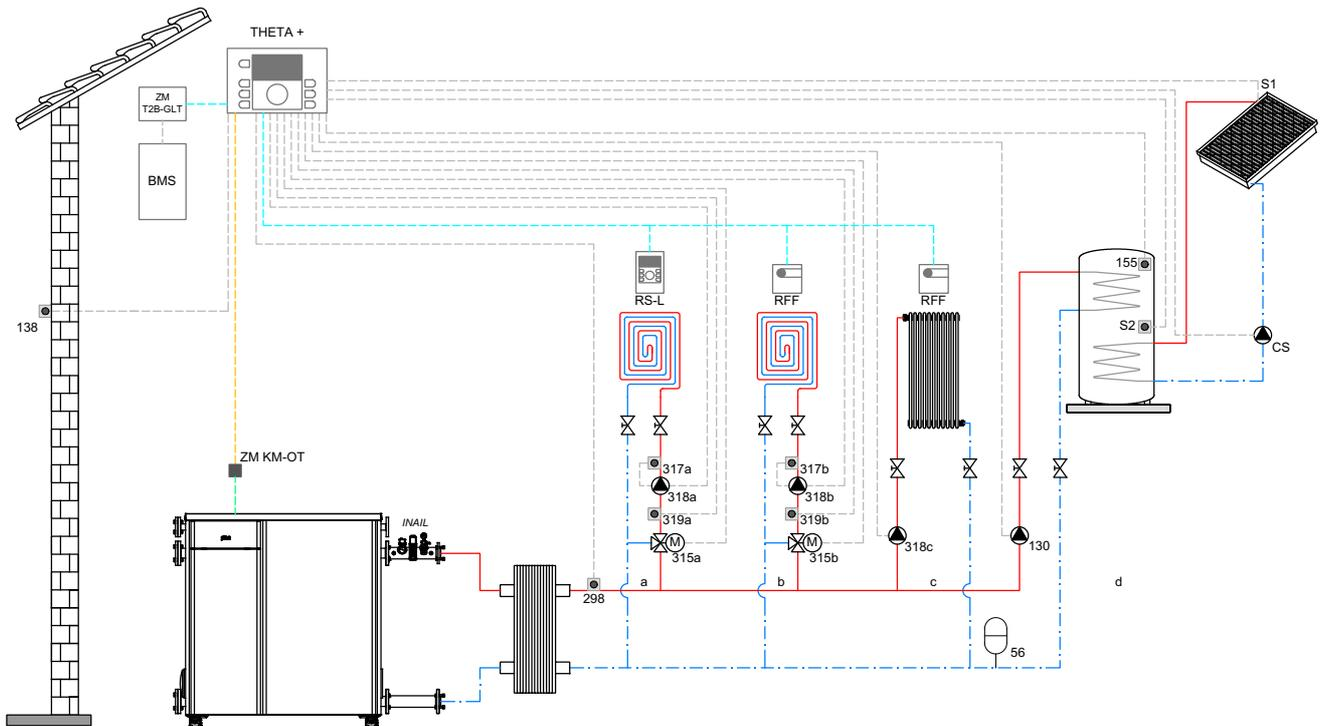

fig. 64
**Legenda (fig. 64 e fig. 65)**